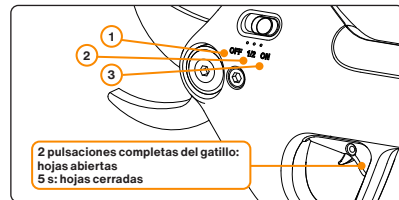

Figura 4: Diferentes etapas del interruptor de encendido y apertura de la hoja.
- Tras pulsar el gatillo, la posición de retorno se establece mediante la colocación del interruptor. Consulte la figura 4.